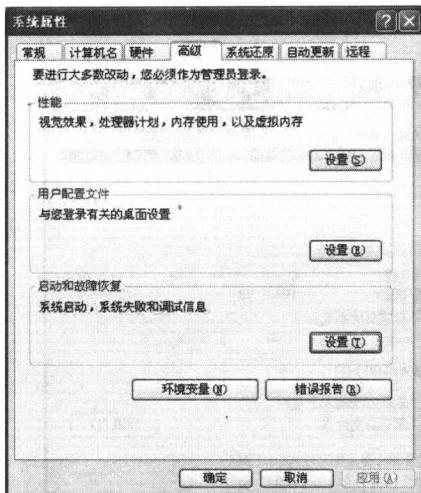
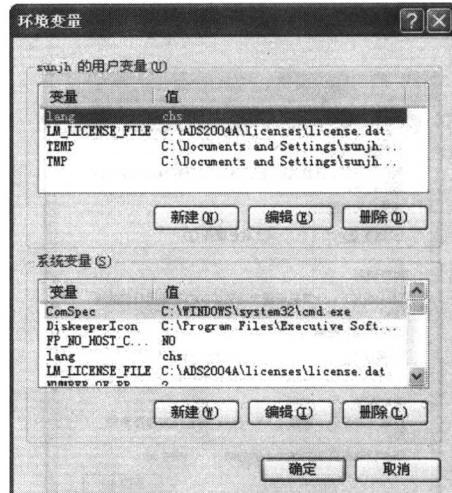

图 1-3 “系统属性”对话框
图 1-4 “环境变量”对话框
- (1) 在桌面上“我的电脑”图标上右击，系统弹出“系统属性”对话框，如图 1-3 所示。
- (2) 在“系统属性”对话框中单击“高级”选项卡。
- (3) 单击“环境变量”按钮，系统弹出“环境变量”对话框，从中可以选择环境变量类型，如图 1-4 所示。